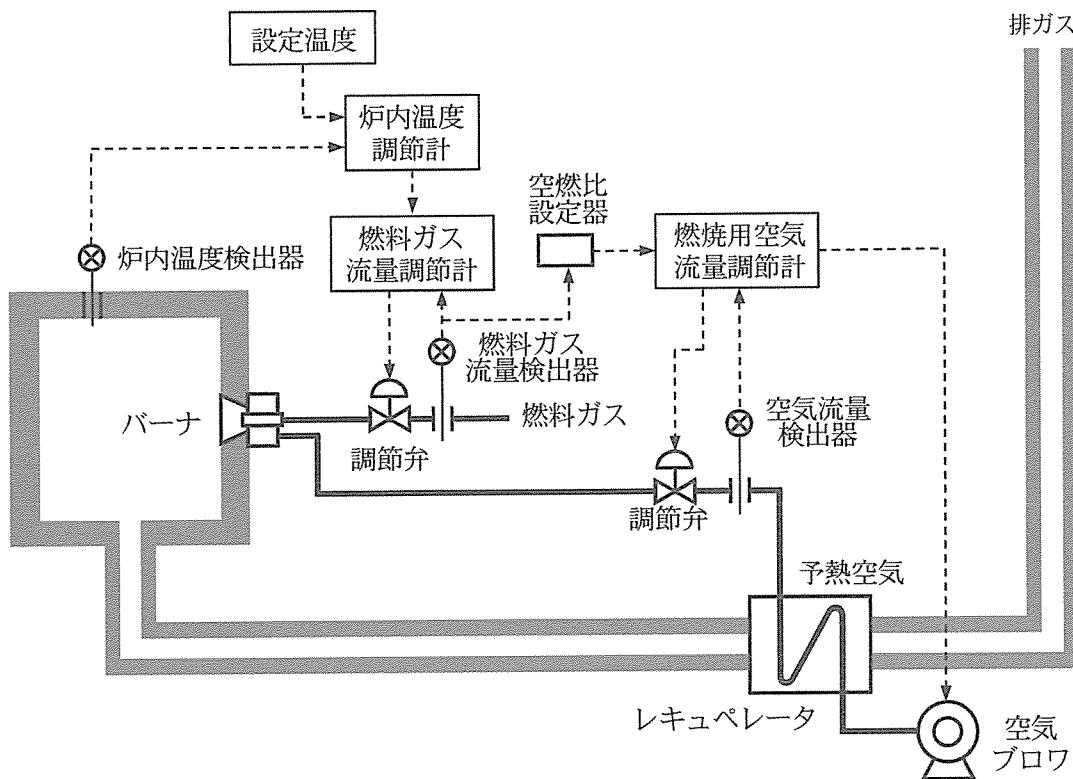

図 1 燃焼炉の制御システム
- (1) 図 1 は、被加熱体を燃焼により加熱するための燃焼炉の制御システムについて示したものである。この燃焼炉では、燃料ガス流量を調整することにより、燃焼炉の温度を目標値に保つように制御されている。
- 1) 図1の例では、炉内温度調節計の出力が、燃料ガス流量調節計の目標値となっている。このような制御を という。燃料ガス流量調節計は、燃料ガスの供給圧の変化などの燃料系に入る外乱の影響を、炉内温度に影響が出る前に処理し、炉内温度を安定化させる。このような手順における炉内温度調節計を 、燃料ガス流量調節計を と呼ぶ。
- 2) 図1では、燃焼空気比を一定に保ち過剰空気量をできるだけ抑えるために、燃料ガス流量検出器の出力が空燃比設定器を介して燃焼用空気流量調節計の目標値となっている。この制御を と呼ぶ。